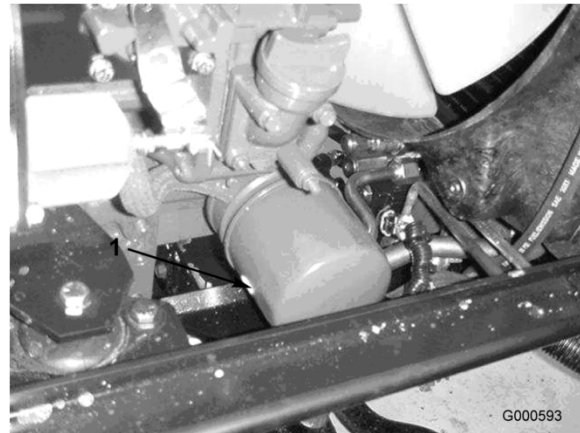

Figura 32
2. Retire o filtro do óleo (Figura 32). Aplique uma leve camada de óleo limpo no vedante do filtro novo antes de o montar. Não aperte demasiado.